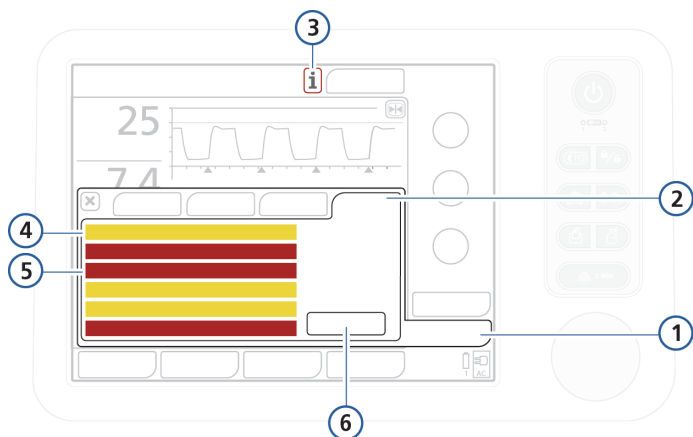

Рисунок 8-5. Буфер тревог с неактивными тревогами
- Если на текущий момент активных тревог нет, в буфере отображаются самые последние неактивные (рис. 8-5). Активные тревоги отображаются в полях с прямыми углами.
- Коснитесь индикатора неактивной тревоги (значок «i») (рис. 8-5).
Чтобы очистить сообщения для всех неактивных тревог, нажмите кнопку «Сброс» (рис. 8-5). Закрытие буфера не удаляет его содержимое.